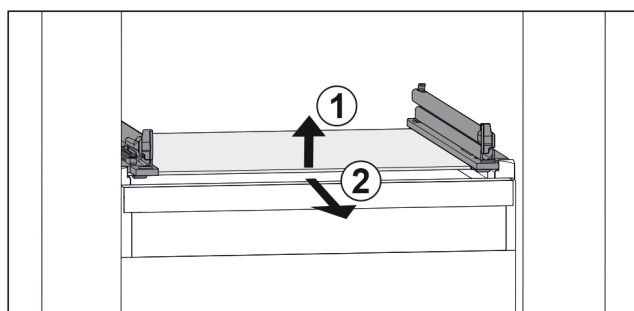

Fig. 52 Rappresentazione esemplificativa del ripiano in vetro
- ▶ Sollevare il ripiano in vetro dal davanti. Fig. 52 (1)
- ▶ Rimuovere il ripiano in vetro tirando in avanti. Fig. 52 (2)